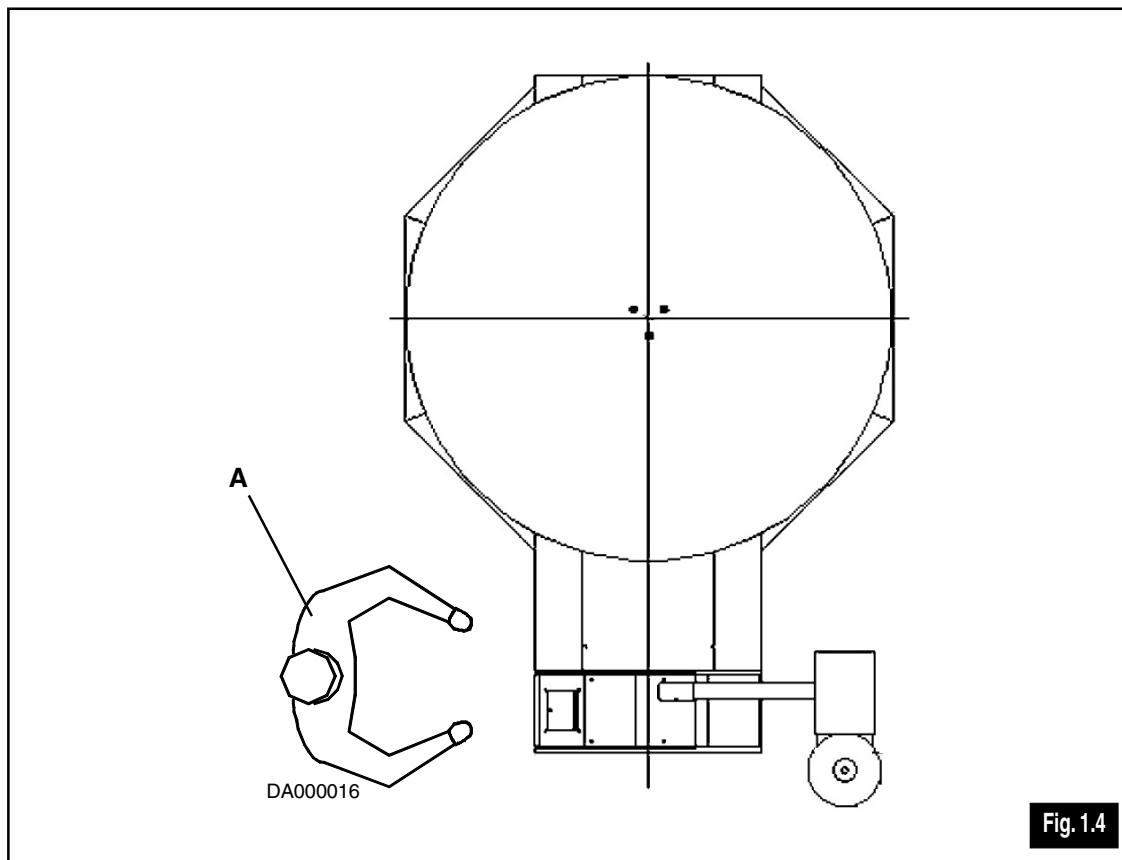

Fig. 1.4
- **OPERATOR STANDING ZONE (A Fig. 1.4)**
- **ZONA DI STAZIONAMENTO OPERATORE (A Fig. 1.4)**